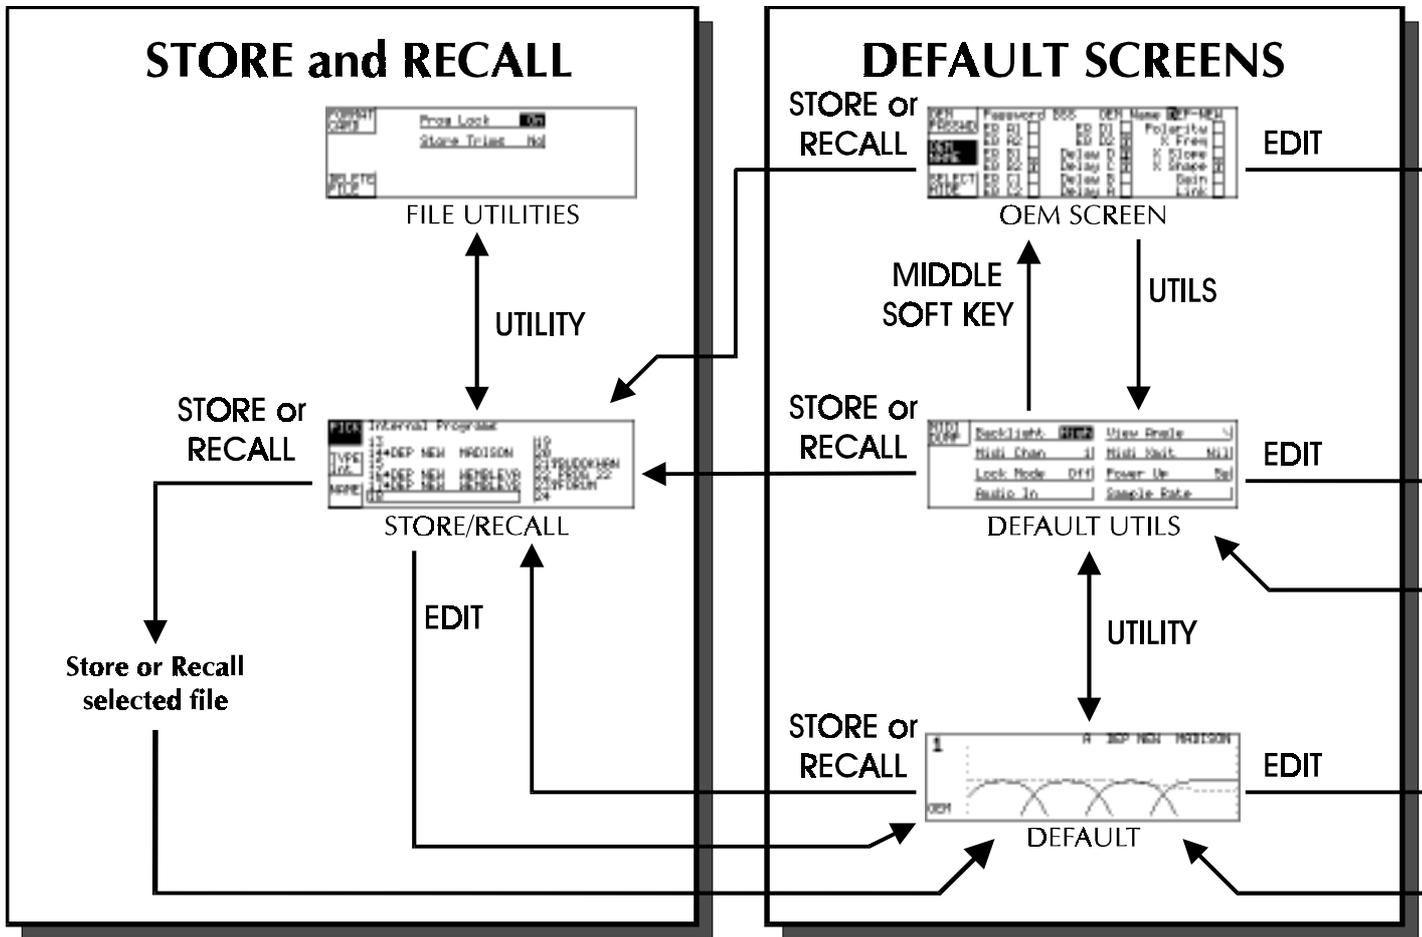

Fig. 4.0 Gráfico de controles del FDS 388
La tecla de edición pasa a través de las tres pantallas principales de edición de parámetros. **Ver la fig. 4.0 Gráfico de controles del FDS 388.**
*Ver la fig. 4.0 Gráfico de controles del FDS 388.*
Ya que las pantallas de grabación y recuperación son similares, se han considerado juntas con las teclas asociadas de grabación y recuperación, *ver la fig. 4.0 Gráfico de controles del FDS 388*. También es importante notar que las teclas de grabación y recuperación tienen diferentes funciones dependiendo si estamos en una de las pantallas de edición o en la pantalla inicial por defecto (en la pantalla grabarán y recuperarán según corresponda los programas en una memoria interna o en una tarjeta de PC). Cuando las pulsamos (estando en una de las pantalla de edición) se utilizan para transferir datos del programa actual realizando un volcado de datos y recuperándolos posteriormente para poder comparar los cambios entre el programa anterior y el actual. *Ver la sección 14.0 Grabación y recuperación.*